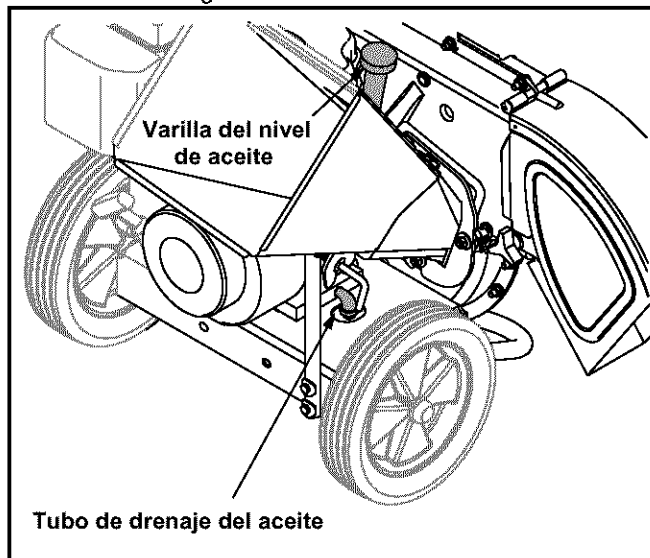

Figura 16
- Coloque la cortadora trituradora en una superficie pareja y coloque un recipiente adecuado con capacidad para por lo menos un cuarto debajo del tubo de drenaje del aceite. Ver Figura 16.